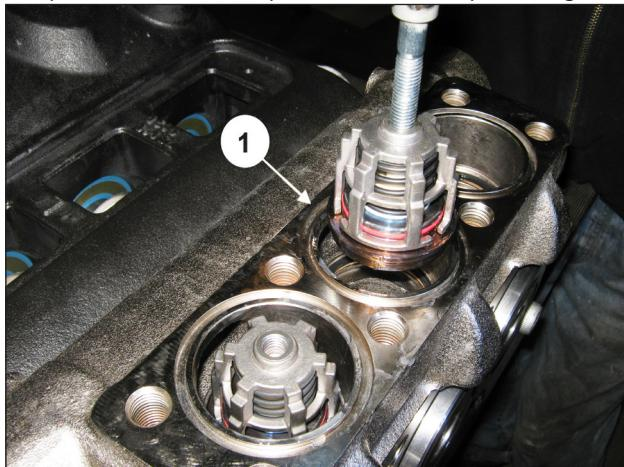

Fig. 144
Inserire il gruppo valvola di mandata (pos. ①, Fig. 144). Il gruppo valvola completo deve essere inserito completamente a fondo e presentarsi come in pos. ①, Fig. 145.